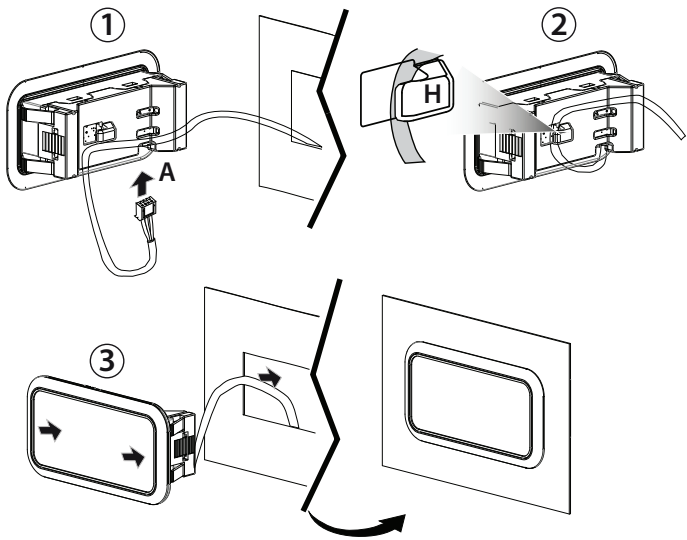

Fig. 3
1. inserire il cavo proveniente dal pannello elettrico nel punto A (Fig.3);
1. insert the cable from the electrical panel into point A (Fig.3);